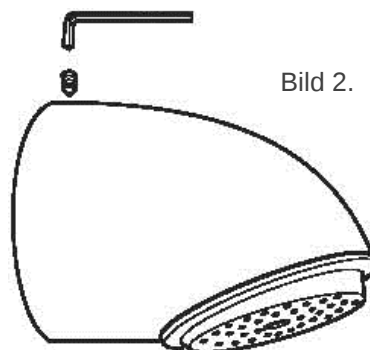

Bild 2.
- Montera dit duschhuvudet och låsning sker med insett-skruven på ovansidan av duschhuvudet (se bild 2).